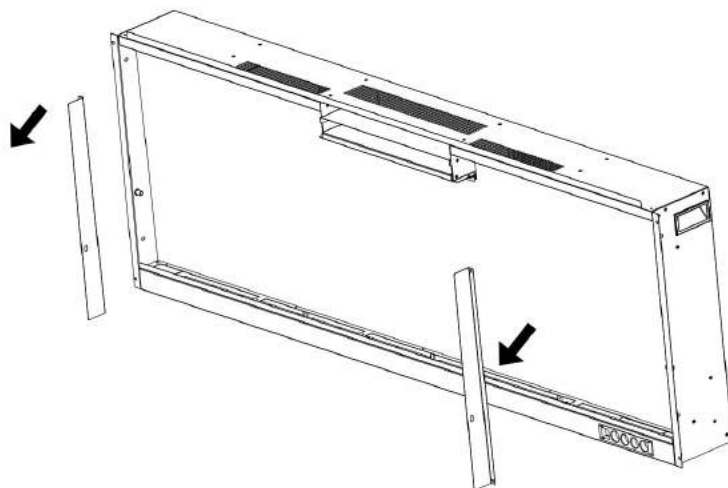

Fig. 2-2
B. Entfernen Sie die beiden Halterungen und legen Sie sie beiseite (**Abb. 2-2**).